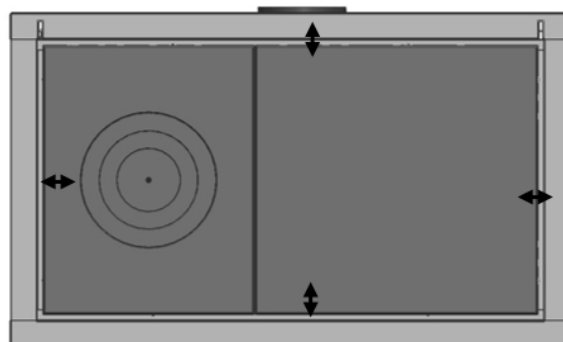

FIG. 18
- Vérifiez, avant d'installer le plateau vitrocéramique, que les sous plateau en fonte soient centrés par rapport au cadre du plateau (Figure 18).